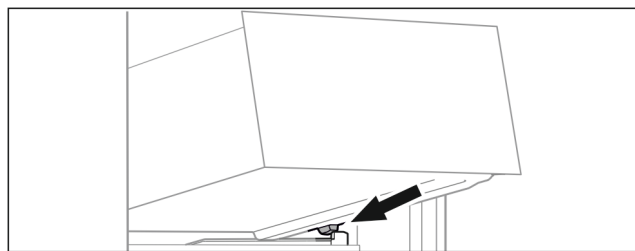

Fig. 20
- ▶ Поставете чекмеджето под ъгъл зад ограничителите върху реброто на съда Fig. 20 ().